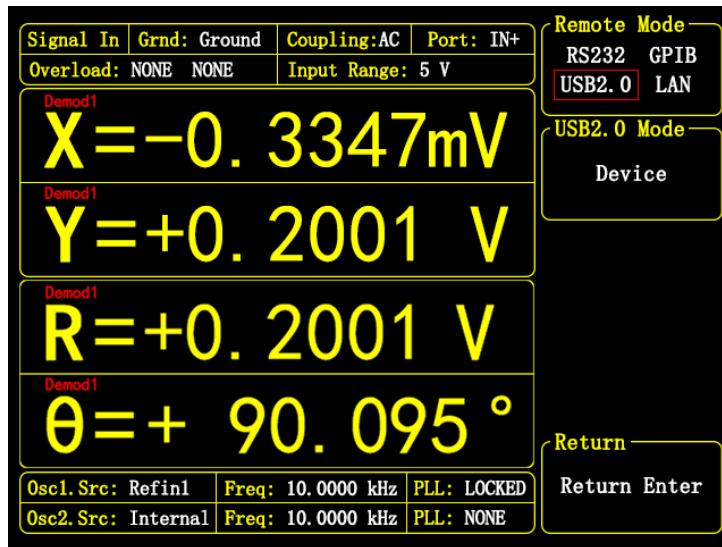

图 75. <Remote> 子菜单-<USB2.0> 选项
- <USB2.0> : USB2.0 高速通讯接口。配置界面如图75所示。